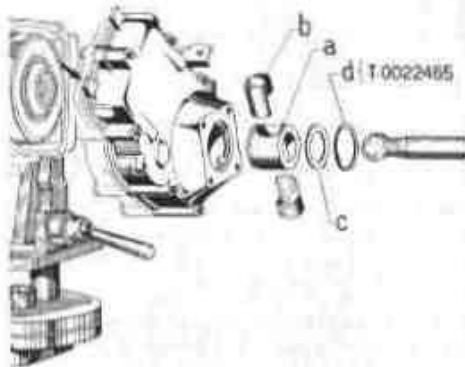

Fig. 65 - Semiasse destro
Fig. 65) - Semiasse destro: predisporre il planetario « a » sul semiasse, posizionare i due semiperni « b » in modo da vincolare il gruppo. Trattenere in posizione i due semiperni ed inserire all'interno della scatola differenziale.
- 7) - Con una sonda, eseguire il controllo dell'apertura massima delle puntine del rottore: se questa rientra nel campo $0,3 + 0,5$ mm. bloccare le viti di fissaggio dello starter; in caso contrario spostare lo statore, come indicato al punto 5, entro il campo di fasatura illustrato nel dettaglio di fig. 65; ripristinare quindi l'inizio dell'apertura puntine sul punto di anticipo accensione e ricontrollarne l'apertura.